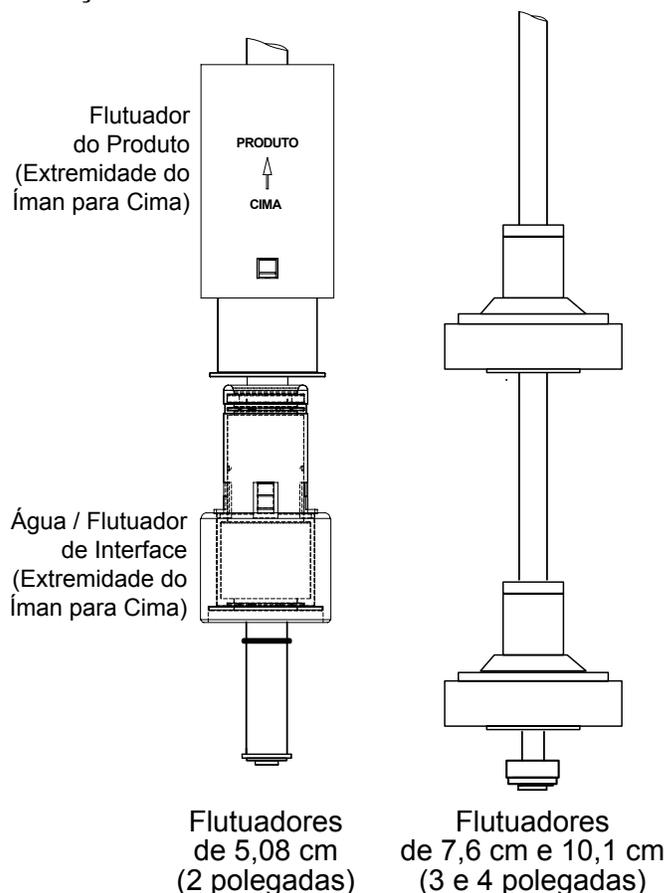

Figura 2: Orientação do flutuador
2. Instalar os flutuadores como é mostrado na figura 2.